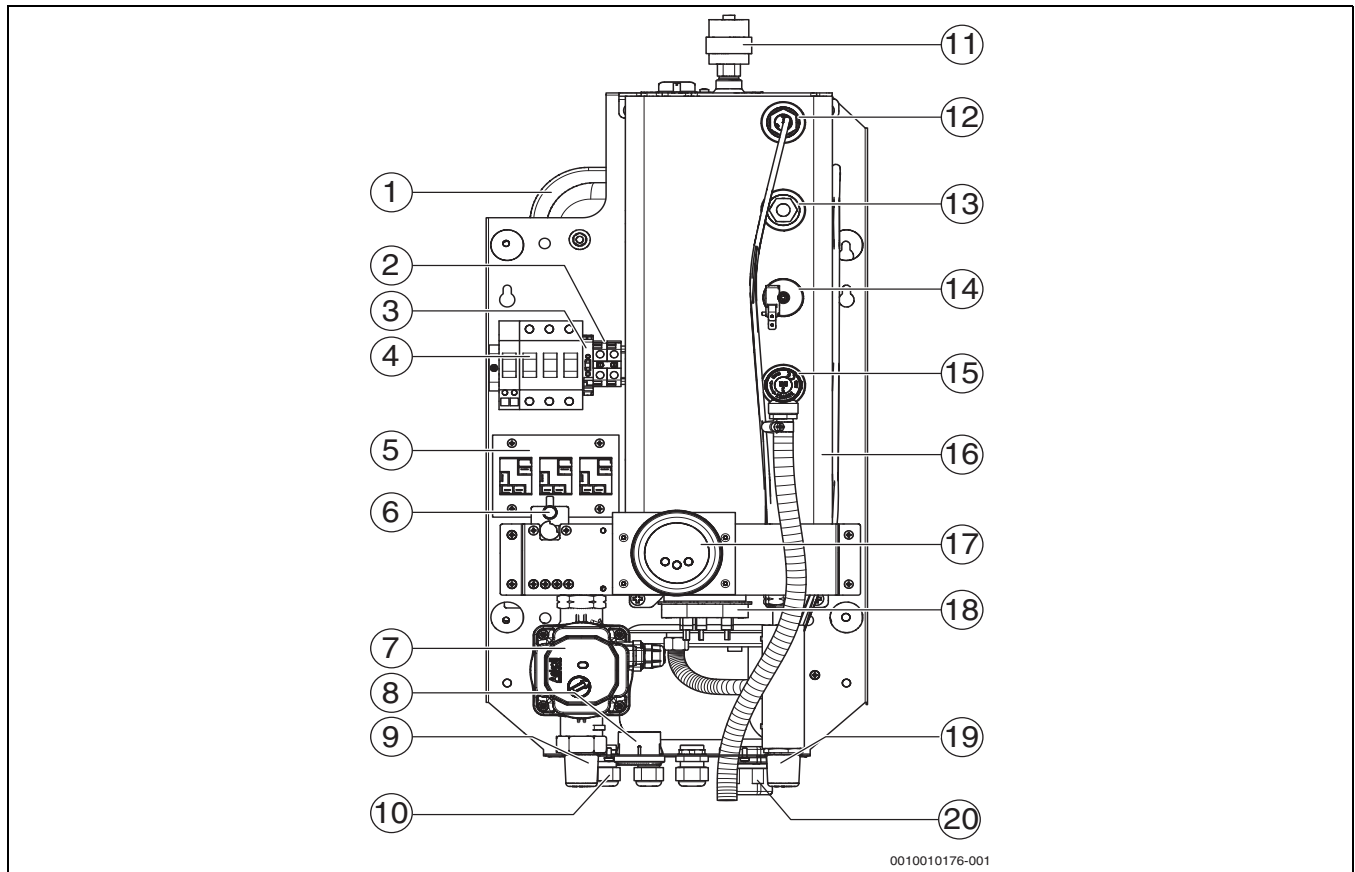

Fig. 1 Funksjonselementer til kjele Tronic Heat 3500 4-9 kW
- ▶ Sikkerhetsventilen må aldri lukkes (→fig. 1, s. 7, [15])